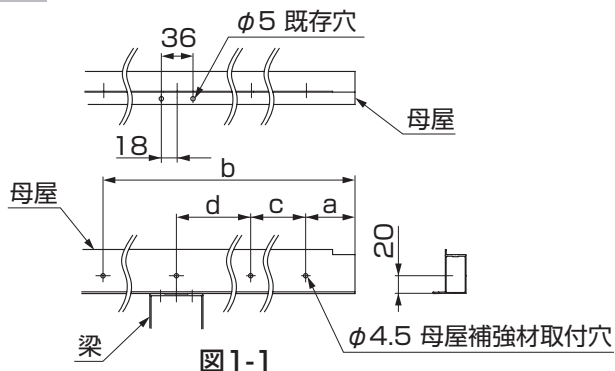

図1-1
- ①母屋の側面にφ4.5の母屋補強材取付用の穴加工をしてください。(図1-1・表1-1参照)